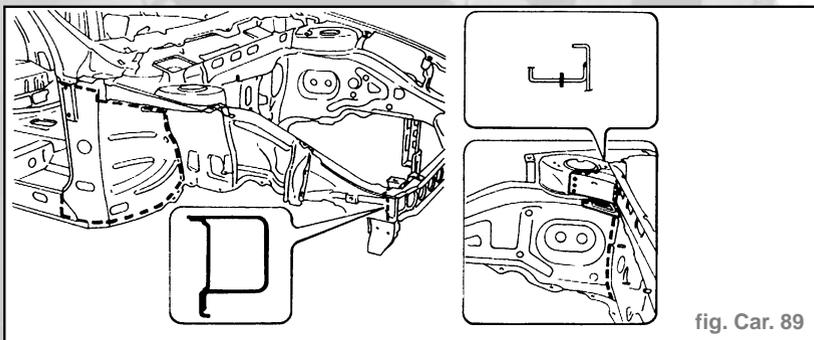

fig. Car. 89
- Nous indiquons les sections de la tôle aux endroits les plus significatifs afin de permettre à l'opérateur de régler la position et la profondeur de la découpe de façon à ne pas endommager les tôles situées en-dessous (fig. Car. 89).